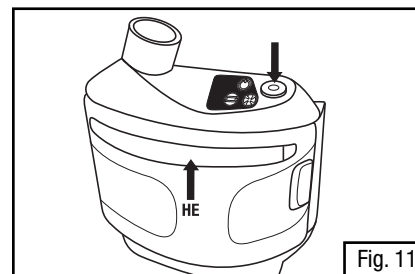

Fig. 11
- L'étiquette du filtre à haute efficacité doit être visible à travers la fenêtre de visualisation du couvercle du filtre (Fig. 11).
Pour mettre le souffleur à moteur TR-300 sous tension, appuyer sur le bouton de mise sous tension (Fig. 11) situé sur le dessus du souffleur à moteur. L'ensemble respirateur procède à un auto-diagnostic. À ce moment, les voyants DEL vert – sous tension (Fig. 12-1), ambre – pile faible (Fig. 12-2) et rouge – faible débit d'air (Fig. 12-3) clignotent deux à trois fois et les alarmes sonores se font entendre. Pour mettre le souffleur à moteur hors tension, appuyer sur le bouton de mise sous tension et le maintenir enfoncé pendant deux secondes.
- S'assurer que le filtre à haute efficacité est bien installé dans le respirateur d'épuration d'air propulsé et que le verrou du couvercle est bien enclenché, conformément aux présentes *directives d'utilisation*. L'étiquette du filtre à haute efficacité doit être visible à travers la fenêtre de visualisation du couvercle du filtre (Fig. 11). Ne pas entreposer le filtre à haute efficacité pendant de longues périodes dans le souffleur à moteur.